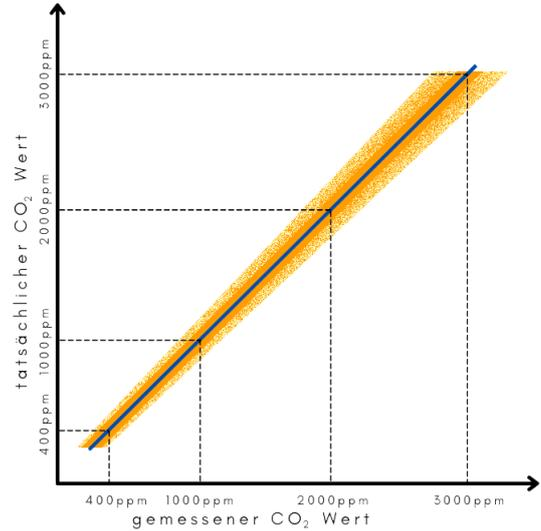

Abbildung 12 Standardabweichung der Messgenauigkeit beim MH-Z19b CO2-Sensor
**Fehlerbetrachtung:** Wie alle Messgeräte unterliegt der eingesetzte Sensor auch einigen Genauigkeitsschwankungen. Bei diesem Modell MH-Z19b beträgt diese  $50 \text{ ppm} \pm 5\%$  des Messwertes. Für unsere Zwecke reicht dies zwar aus, wollen wir allerdings genauere Messwerte erhalten, müssten wir den Sensor bei jedem Einschalten kalibrieren. Dann würde der gemessene Wert nur noch um  $\pm 5\%$  von dem Realwert abweichen. Das Ergebnis ist eine lineare Verteilungsfunktion (Abb. 12).